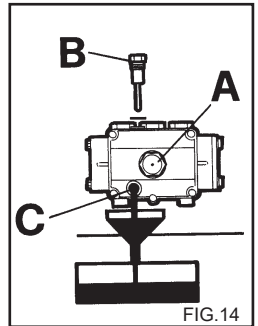

FIG.14
- 2) Skru hætten med oliemålepinden (fig. 14) af.